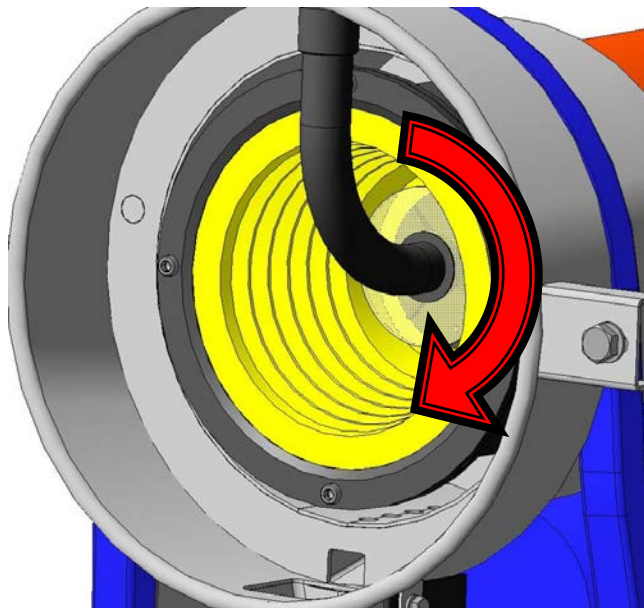

Рисунок 10. Направление вращения ротора
2.3.1.8 **ВНИМАНИЕ: ПРИ ПЕРВОМ ПУСКЕ КОНЦЕНТРАТОРА, ПРОВЕРИТЬ НАПРАВЛЕНИЕ ВРАЩЕНИЯ РОТОРА. НАПРАВЛЕНИЕ ВРАЩЕНИЯ РОТОРА – ПО ЧАСОВОЙ СТРЕЛКЕ** (рис. 10).